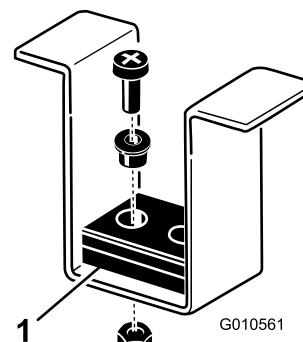

Bild 10
- Stellen Sie sicher, dass die vorderen Schnitthöhenstifte richtig auf den Rahmenpolstern aufliegen (Bild 10). Wenn die Stifte nicht richtig aufliegen, legen Sie Beilagscheiben unter das Polster, um es auf die richtige Höhe anzuheben.